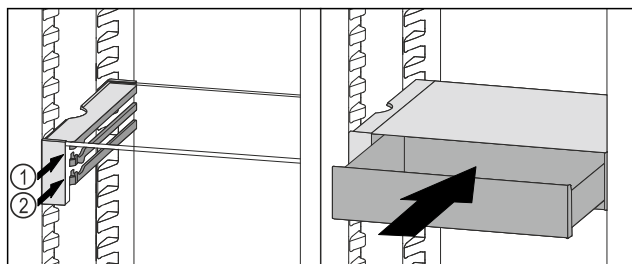

Fig. 130
- Coloque el cajón VarioSafe en la nervadura deseada *Fig. 130 (1)* o *Fig. 130 (2)* detrás de los topes.